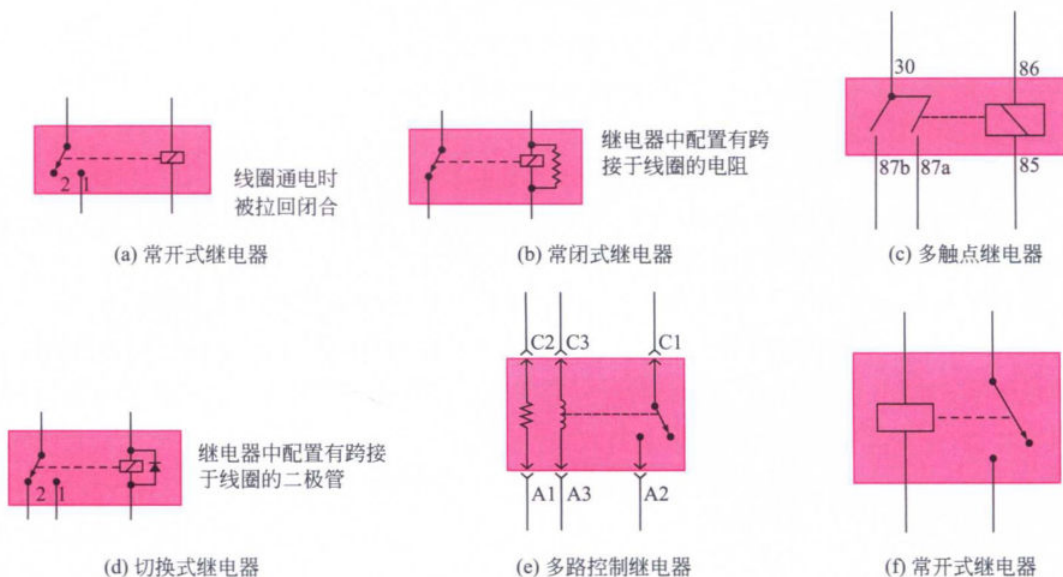

图 1-3 常见继电器符号
由于继电器具有用小电流控制大电流的工作特点，使继电器在电路中具有双重身份。对于受继电器控制的用电器来说，继电器是控制器，对于控制继电器的各种开关和电控单元来说，继电器是用电器。在汽车间接控制电路中，常见的继电器有：① 常开式继电器，如图 1-3 (a)、(f) 所示，在继电器线圈通电时，触点闭合，接通用电器电路；② 常闭式继电器，如图 1-3 (b) 所示，与常开式继电器工作原理相反，在继电器线圈通电时，触点断开；③ 切换式继电器，如图 1-3 (d) 所示，继电器有两对触点，一对为常开触点，一对为常闭触点，在电磁线圈通电时，常开触点闭合，常闭触点断开；④ 多路控制继电器，如图 1-3 (e) 所示，继电器内线圈不止有一个，继电器触点受多个继电器线圈多个控制器控制，常用于同一个用电器受多个控制器控制的电路；⑤ 多触点继电器，如图 1-3 (c) 所示，在同一个继电器内，继电器触点不止有一个，继电器各个触点之间是联动关系，这样的继电器常用于多个或多路用电器的控制电路中，在有的继电器线圈上会并联一电阻、电容或二极管，这样是为了保护继电器线圈、控制开关触点和电控单元。
无论是何种形式的继电器都有继电器线圈和继电器触点这两个基本元器件。继电器在电路图中常用电器符号表达。电路图中常见继电器符号如图 1-3 所示。继电器符号一般由继电器线圈和继电器触点组成，线圈与触点用虚线相连，表示此触点受该线圈的控制。继电器触点在电路图中所处的位置一般表示该系统处于停止工作状态时的位置。若继电器触点处于断开状态，如图 1-3 (f) 所示，则说明该继电器为常开继电器。若继电器触点处于闭合状态，则说明该继电器为常闭继电器。